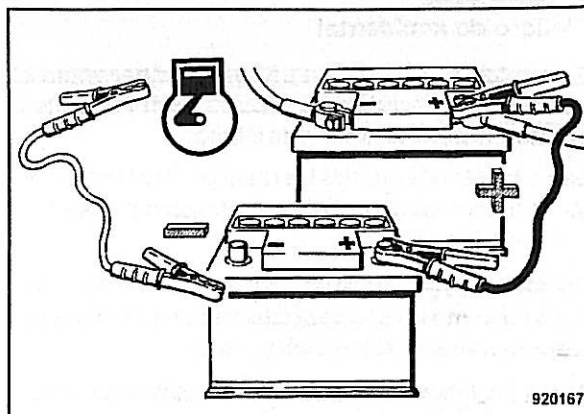

Fig. 36
- A continuación conectar el cable de masa primero con el polo negativo de la batería auxiliar suministradora de corriente y después con una masa del motor o de la carrocería tan lejos posible de la batería (Fig. 36).